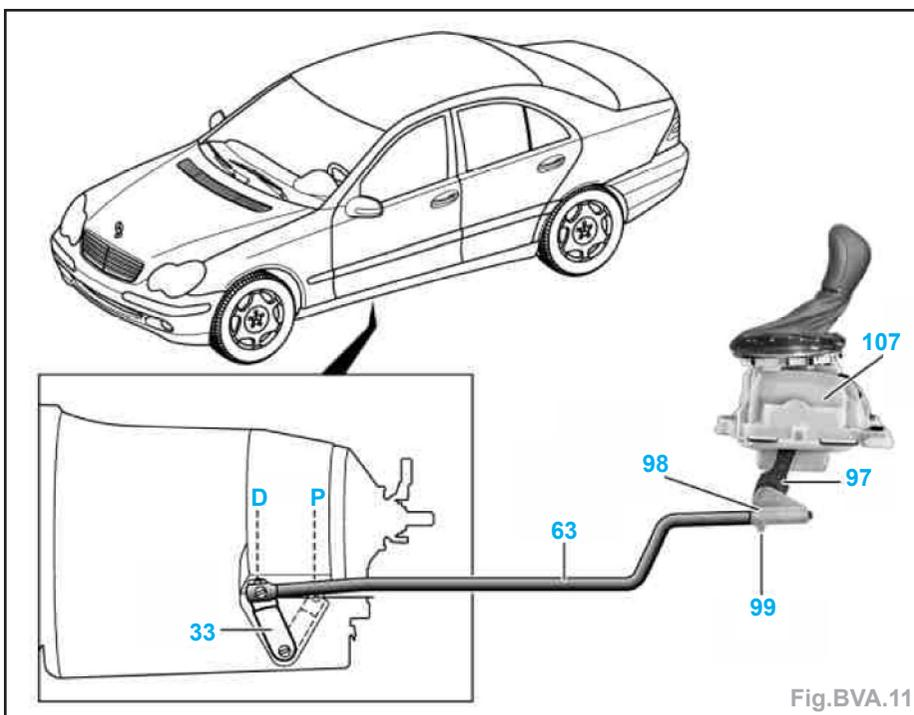

Fig.BVA.11
- Visser la vis (99) à fond (Fig.BVA.11).
- Placer le sélecteur de gamme (33) sur la position «D».
- Serrer la vis (99).